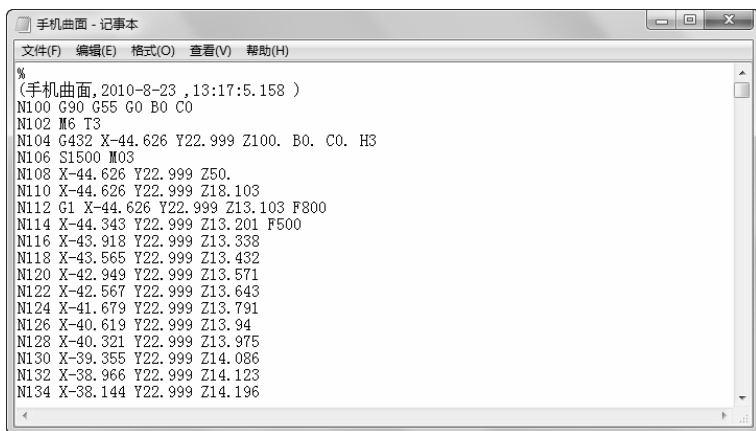

图 5-91 生成的 G 代码
3) 单击“生成后置代码”对话框的“确定”按钮后，按系统提示分别拾取粗加工轨迹，单击鼠标右键确定，系统自动弹出数控程序，如图 5-91 所示。